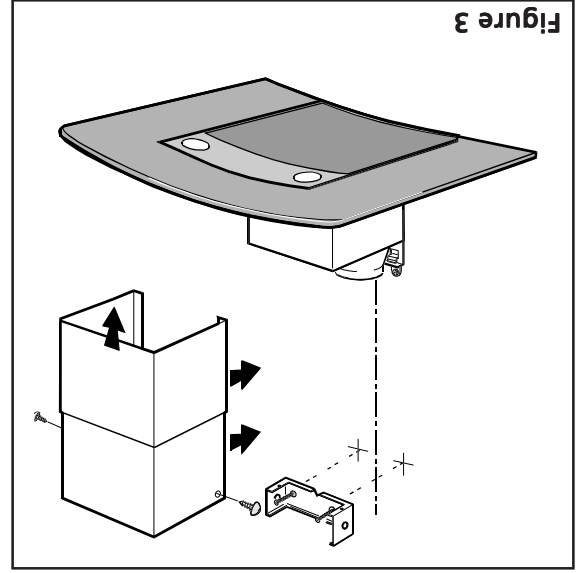

Figure 3
**20.** Installer la couverture de la conduite, comme décrit dans la Figure 3. Ne pas oublier de laisser le présent manuel à disposition du propriétaire.
10. En utilisant les dispositifs d'ancrage fournis, installer la bride de support pour la couverture de la conduite contre la paroi, en la maintenant parfaitement alignée avec la bride (voir Figure 3).